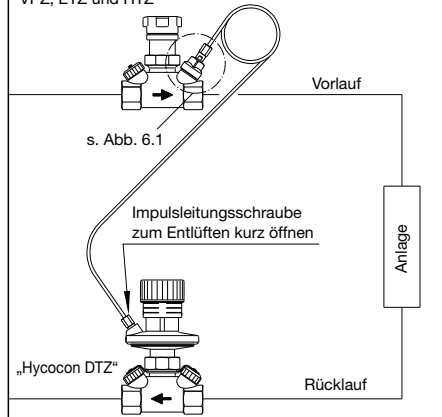

Abb. 6.2: „Hycococon DTZ“, Einbau im Rücklauf
4. Anschluss der Impulsleitung an das Ventil im Vorlauf. (Dies kann von der Baureihe „Hycocoon ATZ, APZ, VTZ, VPZ, ETZ oder HTZ“ sein. (vgl. Abb. 6.2) Alternativ kann auch ein „Hydrocontrol VTR, VPR, ATR oder APR“ mit den Adaptern 1062090 und 1060191 eingesetzt werden.)
6. Entlüften der Impulsleitungen. Die Entlüftung der Impulsleitungen erfolgt durch leichtes Öffnen der Impulsleitungsschrauben (Abb. 6.2). Nach Wasseraustritt sind die Schrauben wieder dicht zu schließen.
(vgl. Abb. 6.2)